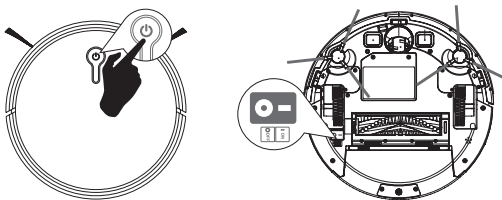

Рис. 7
- Чтобы выключить устройство, нажмите на переключатель питания на нижней панели пылесоса (Рис. 7).